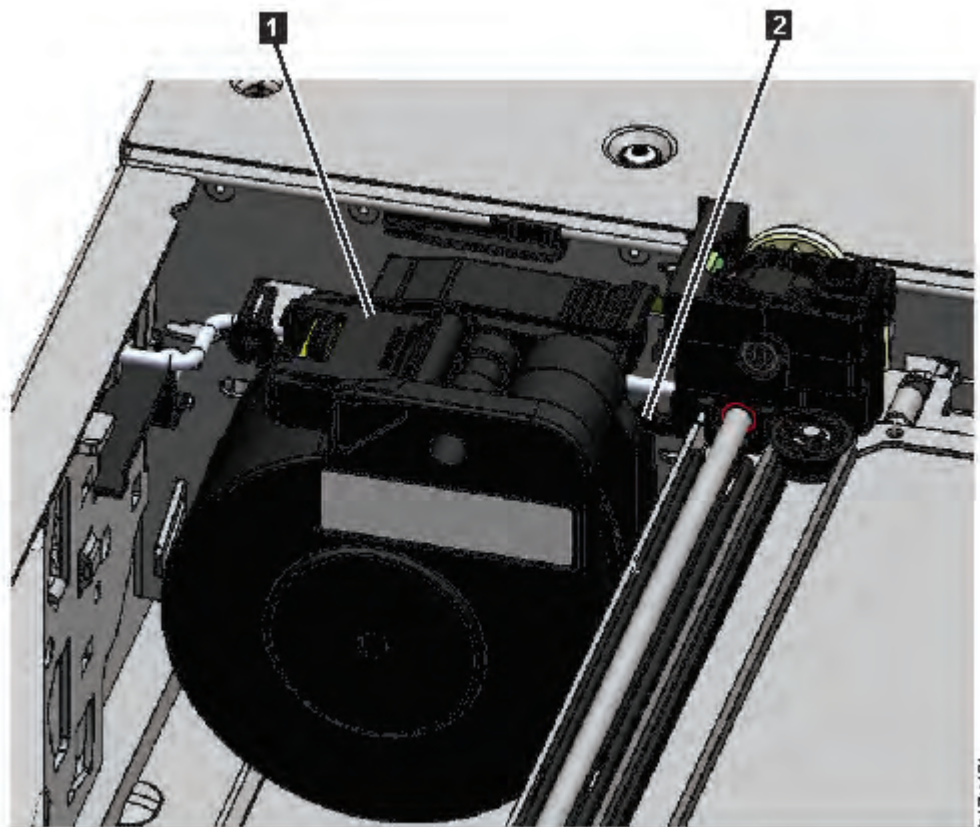

Figura 84. Cable de spooling en posición de parada
Nota: Tome nota de donde gira el extremo del cable de spooling en el descriptor de acceso. Es importante saberlo cuando conecta el nuevo cable de spooling al descriptor de acceso. Consulte 2 en Figura 84 en la página 185.
9. Coloque el conector de spooling (**1** en Figura 84 en la página 185) a la posición de parada.